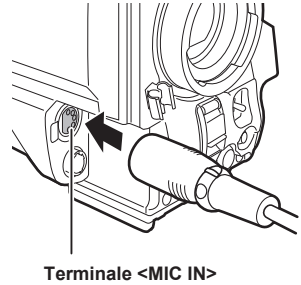

Fig. 3
- 3** Collegare il cavo di collegamento del microfono al terminale <MIC IN> sulla videocamera. (Fig. 3)